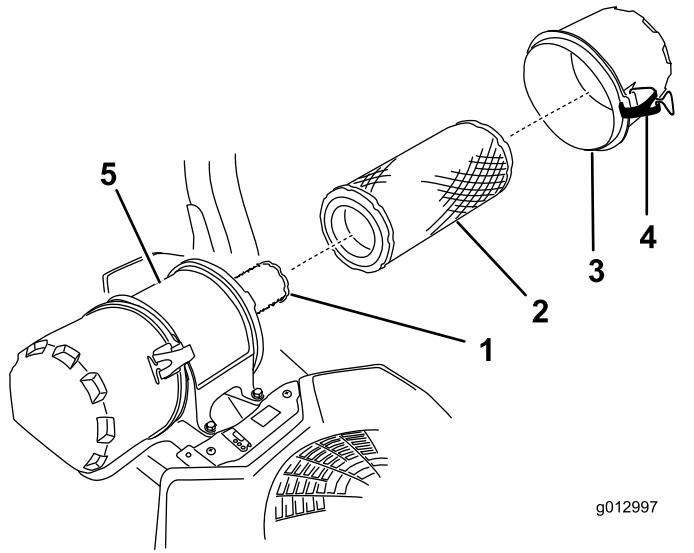

図 32
- エアクリーナーのラッチを外し、ボディーからカバーを抜き出す図 32。
- エアクリーナーのボディーから外側エアフィルタをゆっくり引き出す図 32。
3. オウターフィルタをゆっくり押し込むようにして安全フィルタの上から取り付ける図 32。
2. インナーフィルタを交換する場合には、十分に注意しながら、フィルタのボディに挿入する図 32。